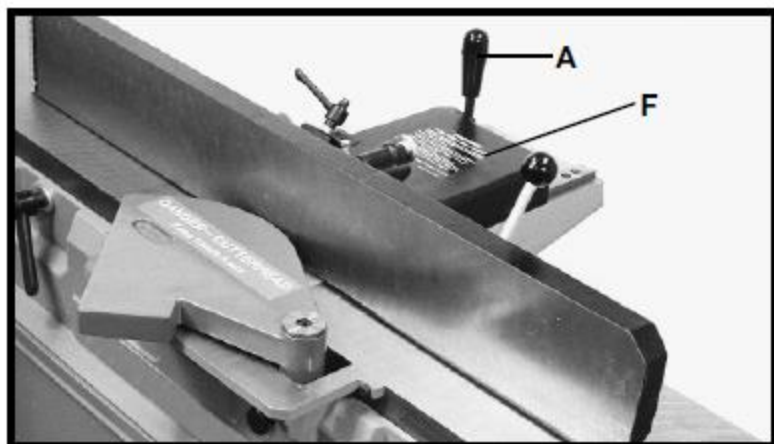

Рис. 27
Параллельный упор можно перемещать по столу, ослабляя фиксирующий рычаг (A), рис. 27; переместить параллельный упор в требуемое положение и надёжно затянуть фиксирующий рычаг (A). При перемещении параллельного упора по столу скользящая часть кронштейна (F) параллельного упора ограждает режущий вал сзади параллельного упора, как показано на рисунке.